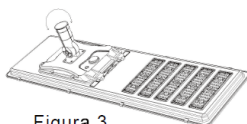

Figura 3
3. Ajuste el ángulo de inclinación según la luz de sol en diferentes áreas. (Figura 3)